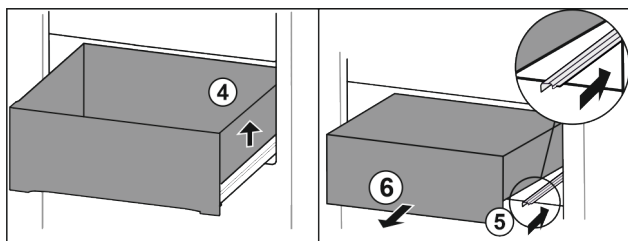

Fig. 88
- ▶ 抬起抽屉右侧。 Fig. 88 (4)
- ▶ 推入右侧轨道。 Fig. 88 (5)
- ▶ 朝前取出抽屉。 Fig. 88 (6)